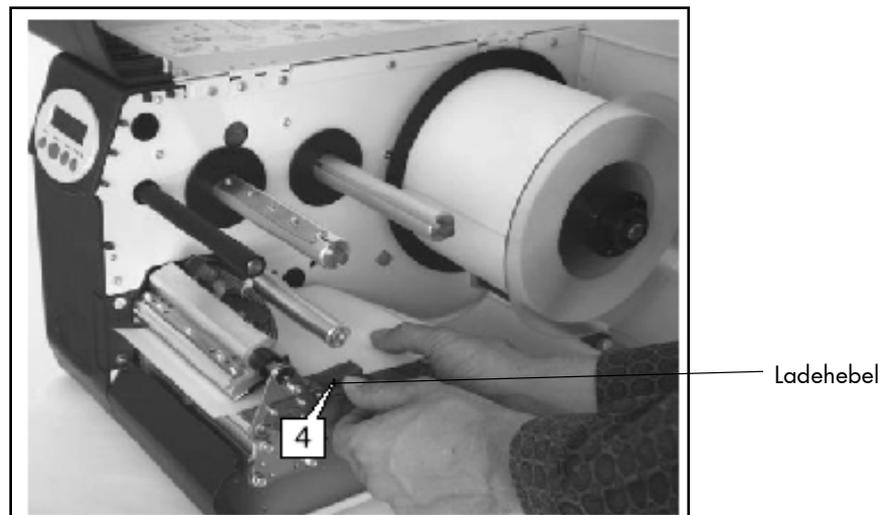

Abb. 4.2.1.d Material einführen
10. Richten Sie das Material aus, damit es gerade eingezogen wird. Die Andruckrollen der Druckeinheit sind bei gedrücktem Ladehebel so zu positionieren, daß beide Rollen (5) symmetrisch auf dem Material sitzen. (Anmerkung: Der Druckkopf wurde für die Abbildung 4.2.1.e zwecks besserer Draufsicht abmontiert)